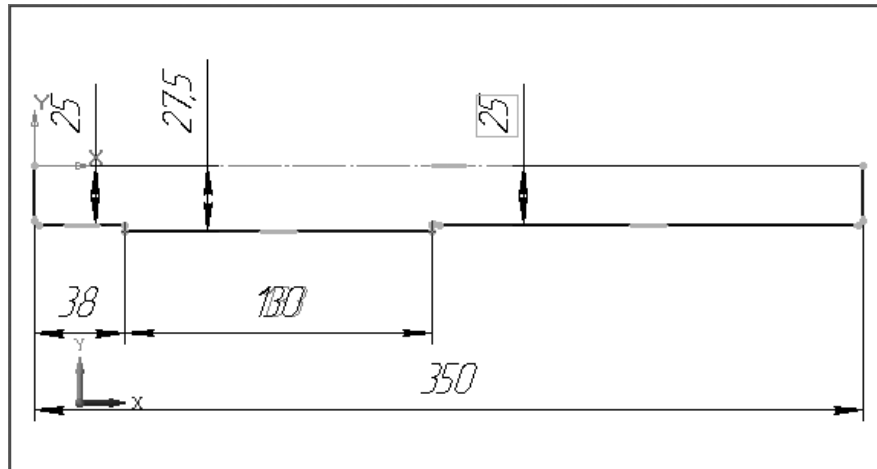

Рис. 2.58. Результат редактирования размера длины второй ступени вала
- щелкните в диалоговом окне по кнопке **ОК** или нажмите клавишу **Enter**. Тут же изменится длина второй ступени вала (рис. 2.58).